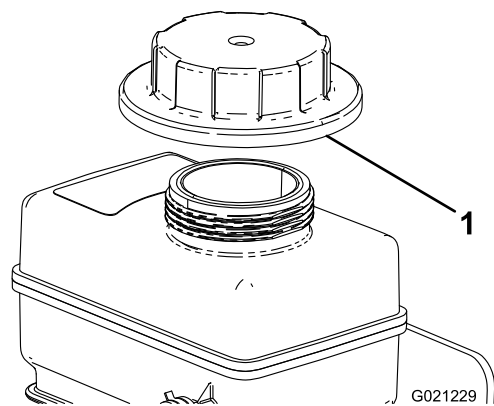

図 76
4. 冷却液タンクからキャップを取る 図 76。
8. 補助タンクにも、補給管の根元までゆっくりと冷却液を補給する 図 76。
9. 冷却液タンクにキャップを取り付ける 図 76。